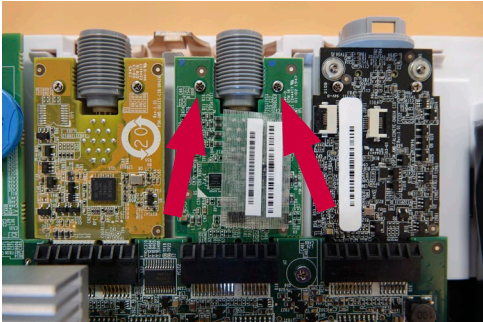

图 21 拆除要更换的 VDI 板上的螺钉
a) 使用螺丝刀松开固定 VDI 板的两个螺钉 (图 21)
e) 插入并拧紧将 VDI 板固定到位的两个螺钉（最大扭矩为 0.2 Nm）(图 21)